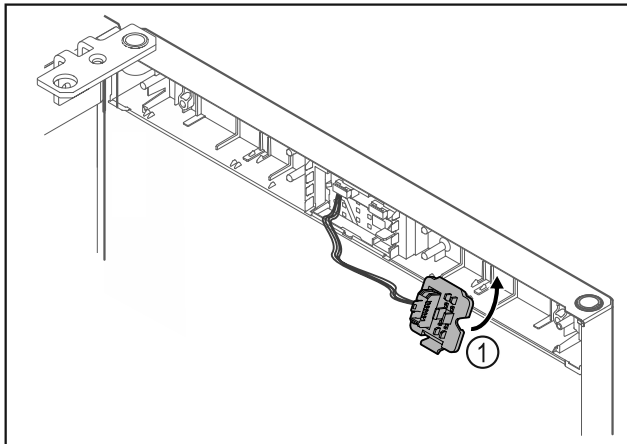

Fig. 14
- ▶ Κουμπώστε το στηρίγμα του φινι Fig. 14 (1) στην απέναντι πλευρά.*